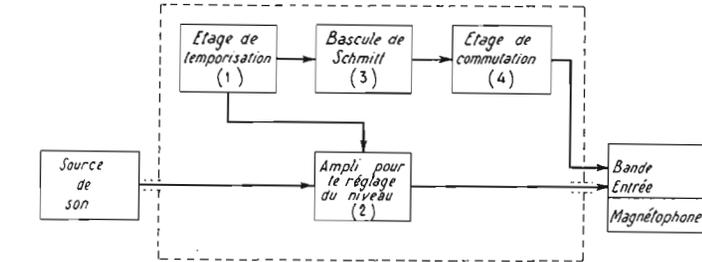

FIG. 1. - Schéma synoptique du régulateur de niveau.
Comme le montre le schéma synoptique de la figure 1, le dispositif comporte quatre parties distinctes : un circuit de temporisation (1) qui commande l'étage amplificateur pour le réglage du niveau (2) et en même temps, par l'intermédiaire d'une bascule de Schmitt (3), l'étage de commutation (4) qui commande l'entraînement de la bande.